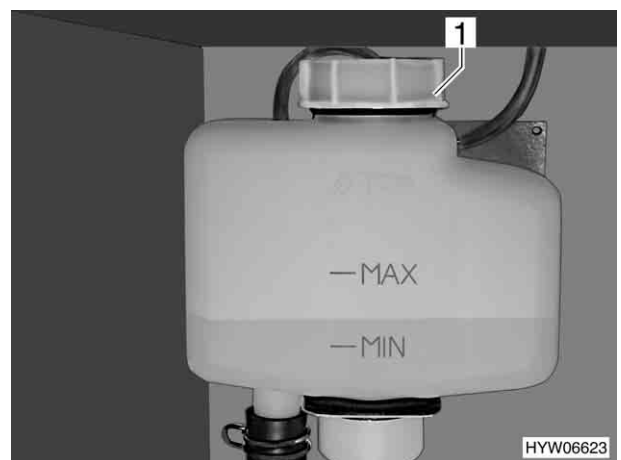

Fig. 177 Vase d'expansion pour le chauffage à eau chaude
- ▷ Vérifier régulièrement le niveau du liquide de chauffage dans le vase d'expansion (Fig. 177). Le vase d'expansion se trouve dans la penderie.
- Contrôler si le liquide se trouve entre les marques "MIN" et "MAX" sur le vase d'expansion (Fig. 177).
- Ouvrir le bouchon du vase d'expansion (Fig. 177,1).